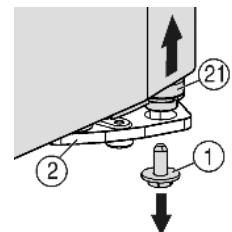
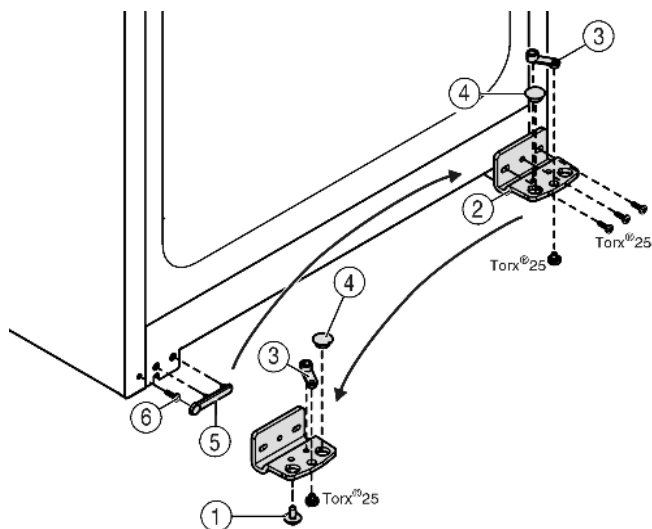

Fig. 4
Fig. 5
- ▶ Rechts onder aan de lagerbus de borgschroef *Fig. 4 (1)* uitdraaien.
- ▶ De lagerbout *Fig. 4 (21)* komt uit de lagerbus *Fig. 5 (2)* los.
- ▶ Indien de lagerbout *Fig. 4 (21)* niet los komt, de bout van onder naar boven drukken.
- ▶ Lagerbus Fig. 5 (2) losschroeven.
- ▶ Lagerdeel Fig. 5 (3) losschroeven en in het tegenoverliggende opnamegat van de lagerbus omzetten en weer vastschroeven.
- ▶ Stop Fig. 5 (4) uit de lagerbus verwijderen en in de tegenoverliggende opening van de lagerbus omzetten.
- ▶ Afdekking Fig. 5 (5) aan kant van de greep voorzichtig wegnemen.
- ▶ Schroef Fig. 5 (6) uitdraaien en aan de andere kant weer indraaien.
- ▶ Afdekking Fig. 5 (5) weer terugplaatsen.
- ▶ Lagerbus Fig. 5 (2) aan de nieuwe scharnierzijde evt. met behulp van een accuschroevendraaier weer **goed (met 4 Nm)** vastschroeven.
- ▶ Borgschroef Fig. 4 (1) onder in de lagerbout draaien en vastschroeven (**met 4 Nm**).